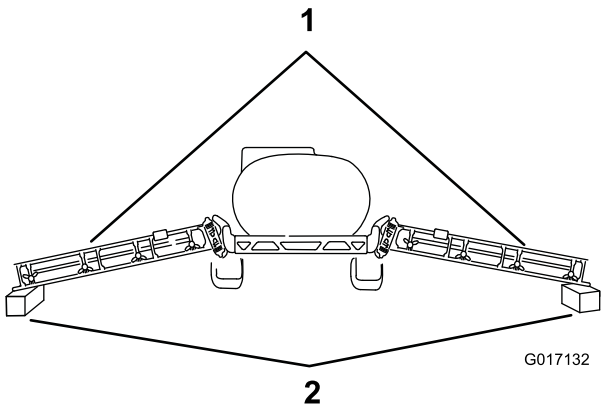

Figura 8
3. Baixe cuidadosamente as secções da rampa exterior para blocos de madeira cerca de 10 cm de altura, como se mostra na Figura 8.